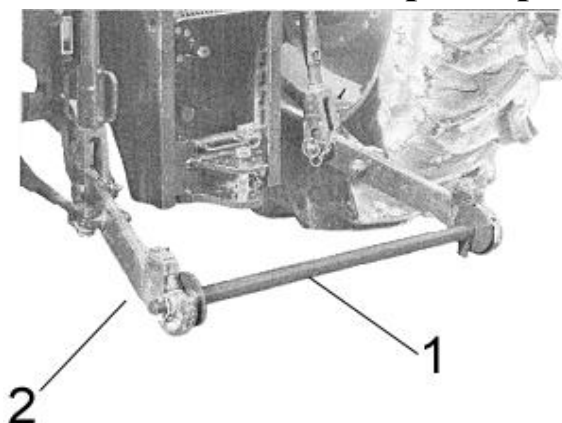

Рис. 4.
1. Прикрепите штангу сеялки 1 к навесному устройству трактора 2 (Рис. 4).